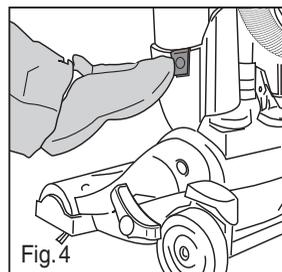

Fig. 4
- Gire la perilla selectora de la trayectoria del aire a 'tools' (herramientas) (Fig. 4).